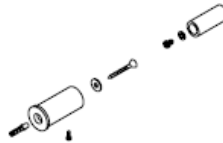

Fig 1
- **AVERTISSEMENT:** si cet appareil est installé dans une salle de bain, il doit être installé uniquement dans les volumes 2 ou 3 de la salle de bain, conformément aux exigences de la norme française d'Installation Électrique à Basse Tension NF C 15-100, Partie 7-701. (L'installation en volume 0 ou 1 d'une salle de bain est strictement interdite). La figure 1 ci-après est donnée à titre informatif uniquement: nous vous suggérons de contacter un électricien professionnel pour toute aide.
- 4 supports de suspension du radiateur sèche-serviettes (Fig. 1).